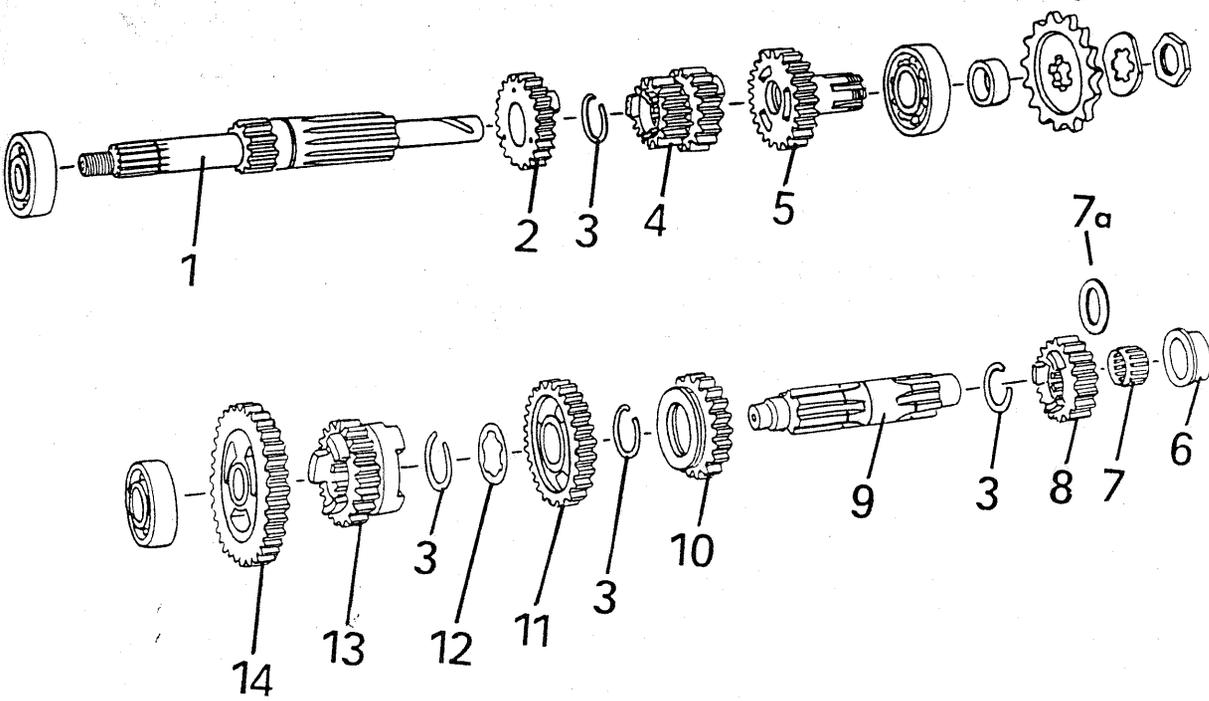
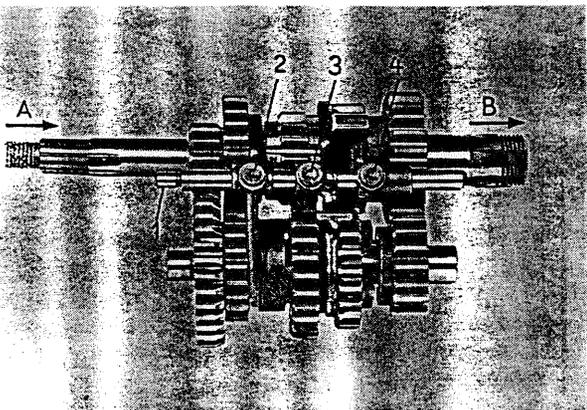

Fig. 168. Représentation en éclaté des engrenages
Fig. 169. Train d'engrenages avec fourchette de changement de vitesses
Les figures 168 ... 173 rendent clair la connexion des pièces détachées et la transmission de force dans les différentes vitesses. Ainsi, aucun état de prémontage n'est représenté aux figures 169 ... 172. Il est impossible de monter les engrenages complètement; ils doivent être montés pas à pas comme cela a été décrit ci-dessous.
(1) Roue dentée pour 1^{re} vitesse
- Faire glisser la fourchette de changement de vitesses (1) (011) dans la rainure de guidage de la roue dentée de changement de vitesses (2) pour les 1^{re} et 2^e vitesses, faire s'engager la roue dentée de changement de vitesses dans les fenêtres de la roue dentée pour la 1^{re} vitesse, la partie à endenture étant dirigée en avant, et faire s'encliqueter la fourchette de changement de vitesses dans la rainure inférieure du tambour de changement de vitesses.
Placer la roue dentée pour la 2^e vitesse sur l'arbre de renvoi (1) et installer les circlips et le disque profilé (voir fig. 168) et, le petit tourillon étant dirigé en avant, passer par la roue dentée de changement de vitesses pour 1^{re}/2^e vitesse et la roue dentée pour 1^{re} vitesse pour installer l'arbre jusqu'à la butée dans le roulement 6201.